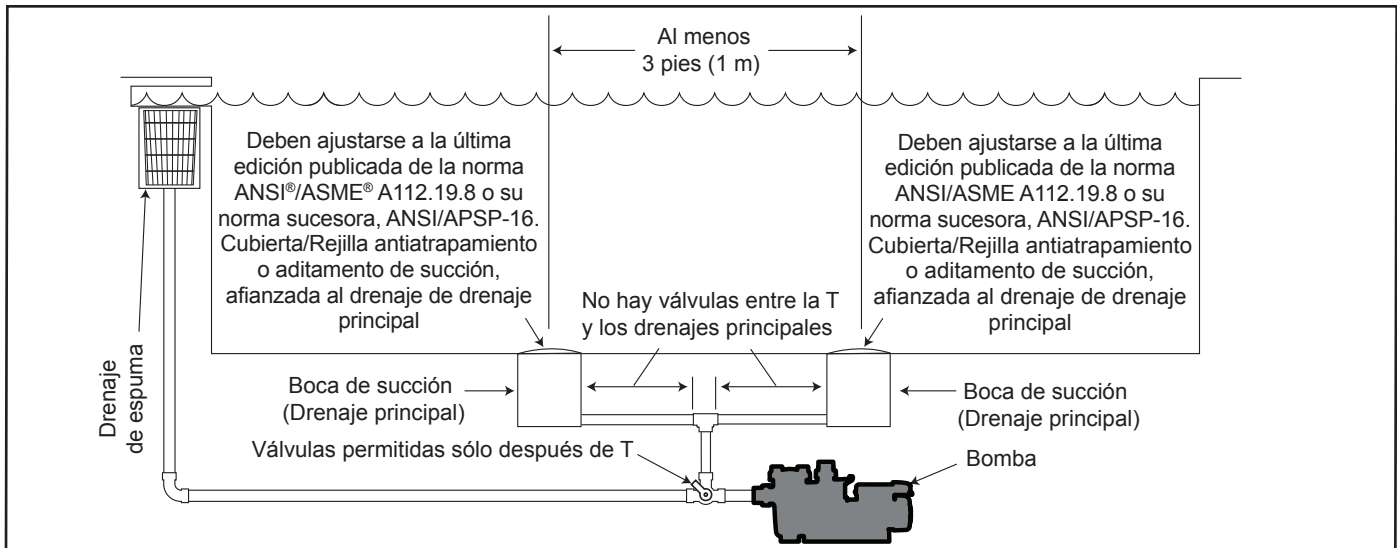

Figura 1. Número de bocas de succión por bomba
Número de bocas de succión por bomba – Deben proporcionarse al menos dos (2) bocas de succión hidráulicamente equilibradas, con sus tapas, como salidas para cada línea de succión de la bomba de circulación. Los centros de las bocas de succión (bocas de succión) en una (1) línea de succión deben estar separados por lo menos tres (3) pies (1 m) de distancia, de centro a centro. Véase Figura 1.
El sistema debe estar construido para incluir al menos dos (2) bocas de succión (drenajes) conectadas a la bomba siempre que la bomba esté funcionando. Sin embargo, si dos bocas de succión llegan a una sola línea de succión, esta línea de succión individual puede ser equipada con una válvula que cierre las dos bocas de succión. El sistema deberá ser construido de tal manera que no permita el cierre por separado o independiente (aislamiento) de cada uno de los drenajes. Véase Figura 1.